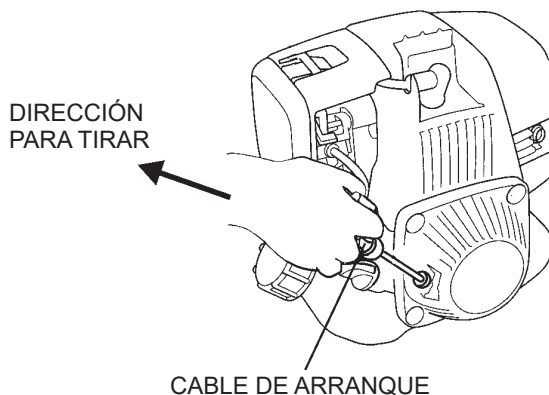

Figura 14. Cable de arranque del motor
4. Tire el cable de arranque (Figura 14) ligeramente hasta sentir resistencia y luego tire rápidamente. Regrese el cable cuidadosamente.